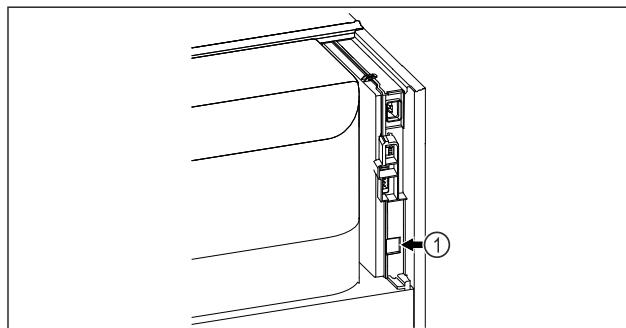

Fig. 100
Το SmartModule Fig. 100 (1) είναι τοποθετημένο.